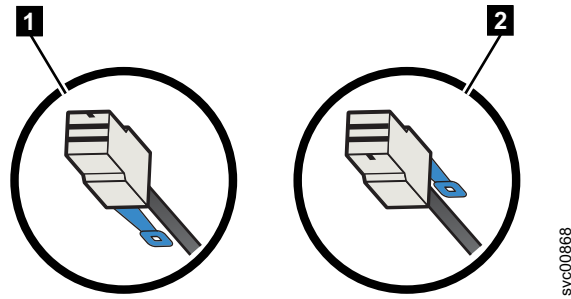

図 42. SAS ケーブル・コネクタの向き
- 拡張エンクロージャーに接続するときは、青色のプルタブはケーブルの下側になればなりません (43 ページの図 42 の **1**)。
- 2145-SV1 に接続するときは、青色のプルタブがコネクターの上側になればなりません (43 ページの図 42 の **2**)。